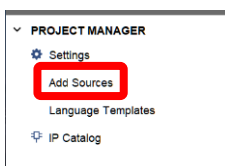

図 11.31 FPGA への実装の手順 1
2) 左のメニュー内の「Add Sources」を選択する (図 11.31)。